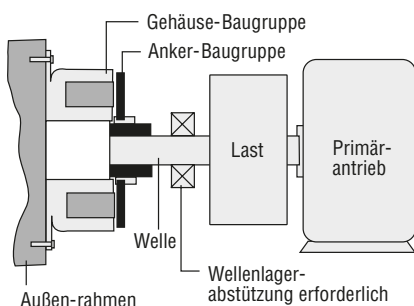

Abbildung 5
**Abbildung 5** - Werden verwendet, um die Armatur und Last zu stoppen oder zu halten, an der sie befestigt sind. Die Einheiten sind mit koppelbaren Ankernaben ausgestattet. Die Gehäusebaugruppe ist flanschmontiert und wird an einem Querblech befestigt.